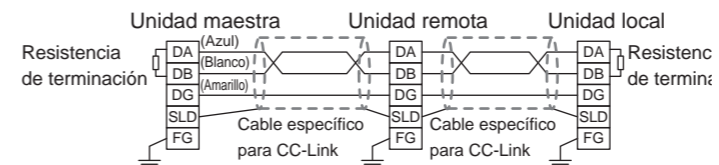

Figura 2
- (2) Se requiere una terminación bus en ambos extremos del segmento bus CC-Link, tal como se muestra en la Figura 2. El cable utilizado debe ser un cable específico para CC-Link.